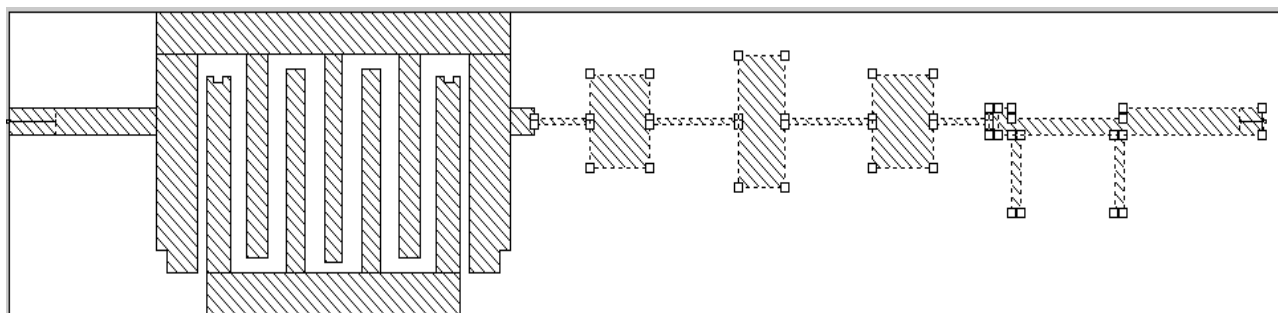

Рис. 3.208
- Сделайте активным окно электромагнитной структуры **F5_7N**. Щёлкните по значку **Substrate Information** на панели инструментов. В открывшемся окне на вкладке **Enclosure** в поле **X-Dimension** введите **27.5**, в поле **X-Divisions** введите **550**, нажмите **OK**. Выделите все элементы топологии фильтра нижних частот и заграждающего фильтра вместе с выходным проводником (рис. 3.208). Установите курсор на любой выделенный элемент топологии, нажмите левую кнопку мышки и сдвиньте выделенную топологию вправо на 0.15 мм. Дважды щёлкните по проводнику между полосовым фильтром и фильтром нижних частот, сдвиньте правую сторону этого проводника вправо до